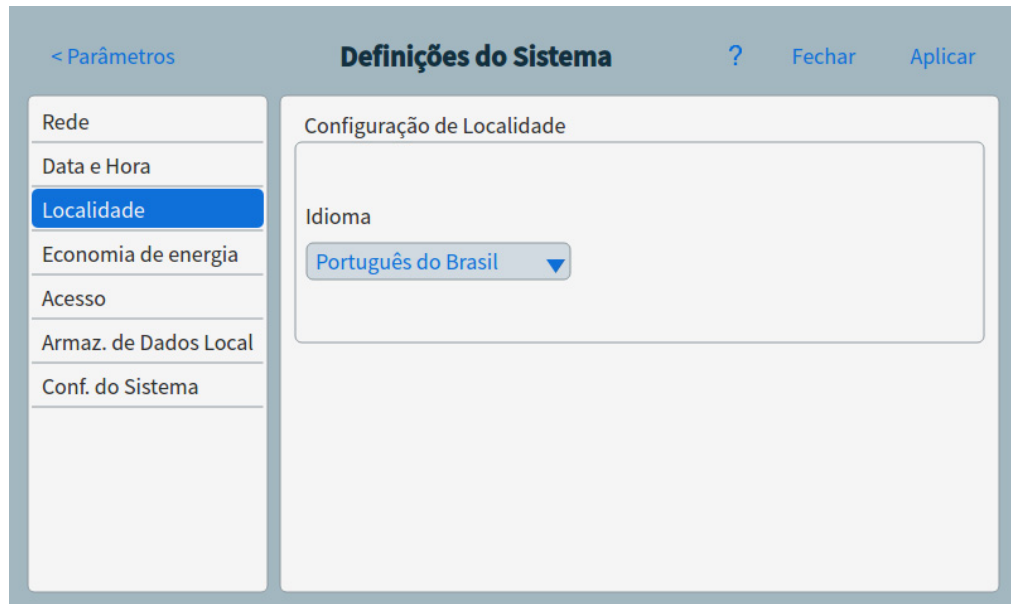

Figura 58. Página Configurações Locais
- 1 Na página Configurações do Sistema, selecione botão de seleção de página **Local**. A página Configurações Locais é exibida. Consulte a Figura 58.